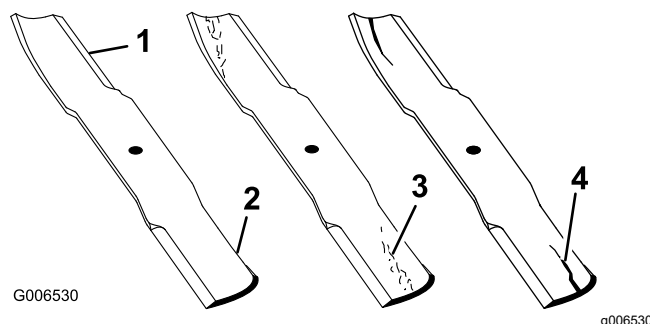

Figura 64
1. Controllate i taglienti (Figura 64).
4. Se notate incrinature, usura o scanalature in questa zona, montate immediatamente una nuova lama (Figura 64).